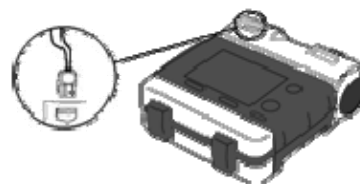

図 1: 電極の接続
- 『エッジ電極』を使用する場合、構成品のクイックコンボREDI-PAKの未使用品を開封せずにコネクタを図 1 のように本品の電極コネクタに接続しておく。
- クイックコンボREDI-PAK以外のフィジオコントロール社製除細動電極を使用する場合、使用直前に本品の電極コネクタに電極を接続する(図 1)。